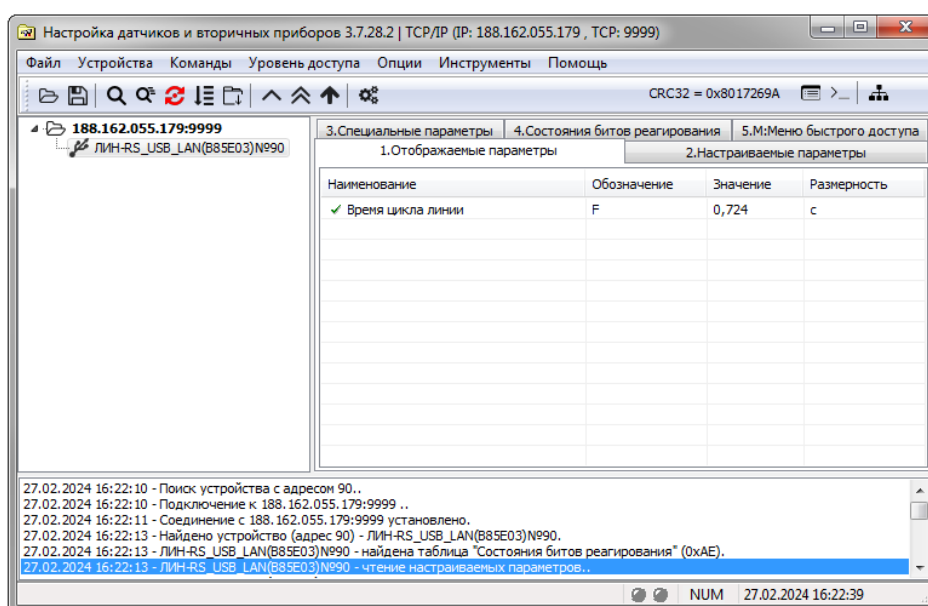

Рисунок 16
24. Если все сделано правильно, программа «Настройка датчиков и вторичных приборов» установит соединение с терминалом «Robustel M1000 Pro V2» и произведет чтение настроек адаптера ЛИН-RS485/232 (рисунок 16).